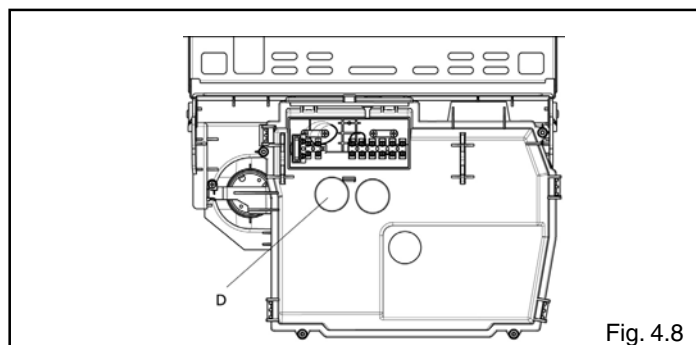

Fig. 4.8
- Togliere il tappo D (fig. 4.8)